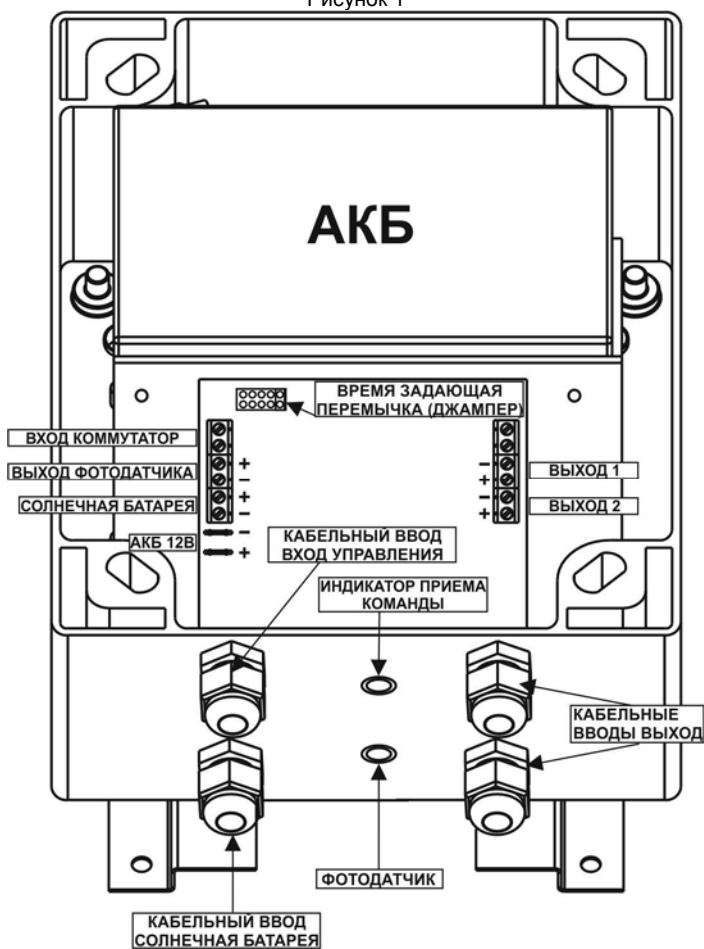

Рисунок 2
- ✓ подключение нагрузок к выходу «ВЫХОД 1» (напряжение на этом выходе есть при разомкнутых контактах входа «КОММУТАТОР» и исчезает при замыкании контактов входа «КОММУТАТОР» через интервал времени, определяемый положением время задающей перемычки (джампера) (см. таблицу 2 и рисунок 2), этот выход также отключается при отключении АКБ по разряду);
Источник имеет (см. рисунок 2) четыре клеммные колодки для подключения входных и выходных проводных соединений, а так же клеммную колодку для подключения фотодатчика и клеммы для подключения АКБ, расположенные внутри источника.
Источник оснащен герконовым переключателем, расположенным с внутренней стороны днища источника и светодиодным «ИНДИКАТОРОМ ПРИЕМА КОМАНДЫ» (см. рисунок 2).
Мигание светодиода «ИНДИКАТОРА ПРИЕМА КОМАНДЫ» в течении 4...5сек подтверждает запись (см. рис.2).
- Подвод соединительных линий осуществляется через кабельные вводы «ВЫХОД», «ВХОД УПРАВЛЕНИЯ» и «СОЛНЕЧНАЯ БАТАРЕЯ» (см. рис.2), которые расположены на нижней стенке корпуса источника.
- - Подключить аккумуляторную батарею входящую в комплект поставки (см. рис.2) к клеммам «АКБ» с учетом полярности (красный провод – к клемме «плюс» АКБ).
- - Мигание светодиода «ИНДИКАТОРА ПРИЕМА КОМАНДЫ» в течении 4..5сек подтверждает запись (см. рис.2).